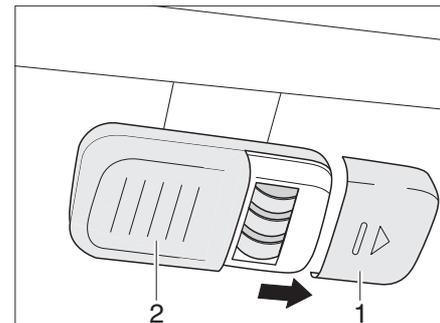

Bild 279 Kleiderschrankleuchte mit LED, Batteriefach geöffnet
- Die Batterien (Bild 279,2) dem Batteriehalter entnehmen.
- Neue Batterien (Bild 279,2) gleichen Typs polrichtig (+/-) einsetzen.
- Deckel (Bild 279,1) wieder aufschieben.